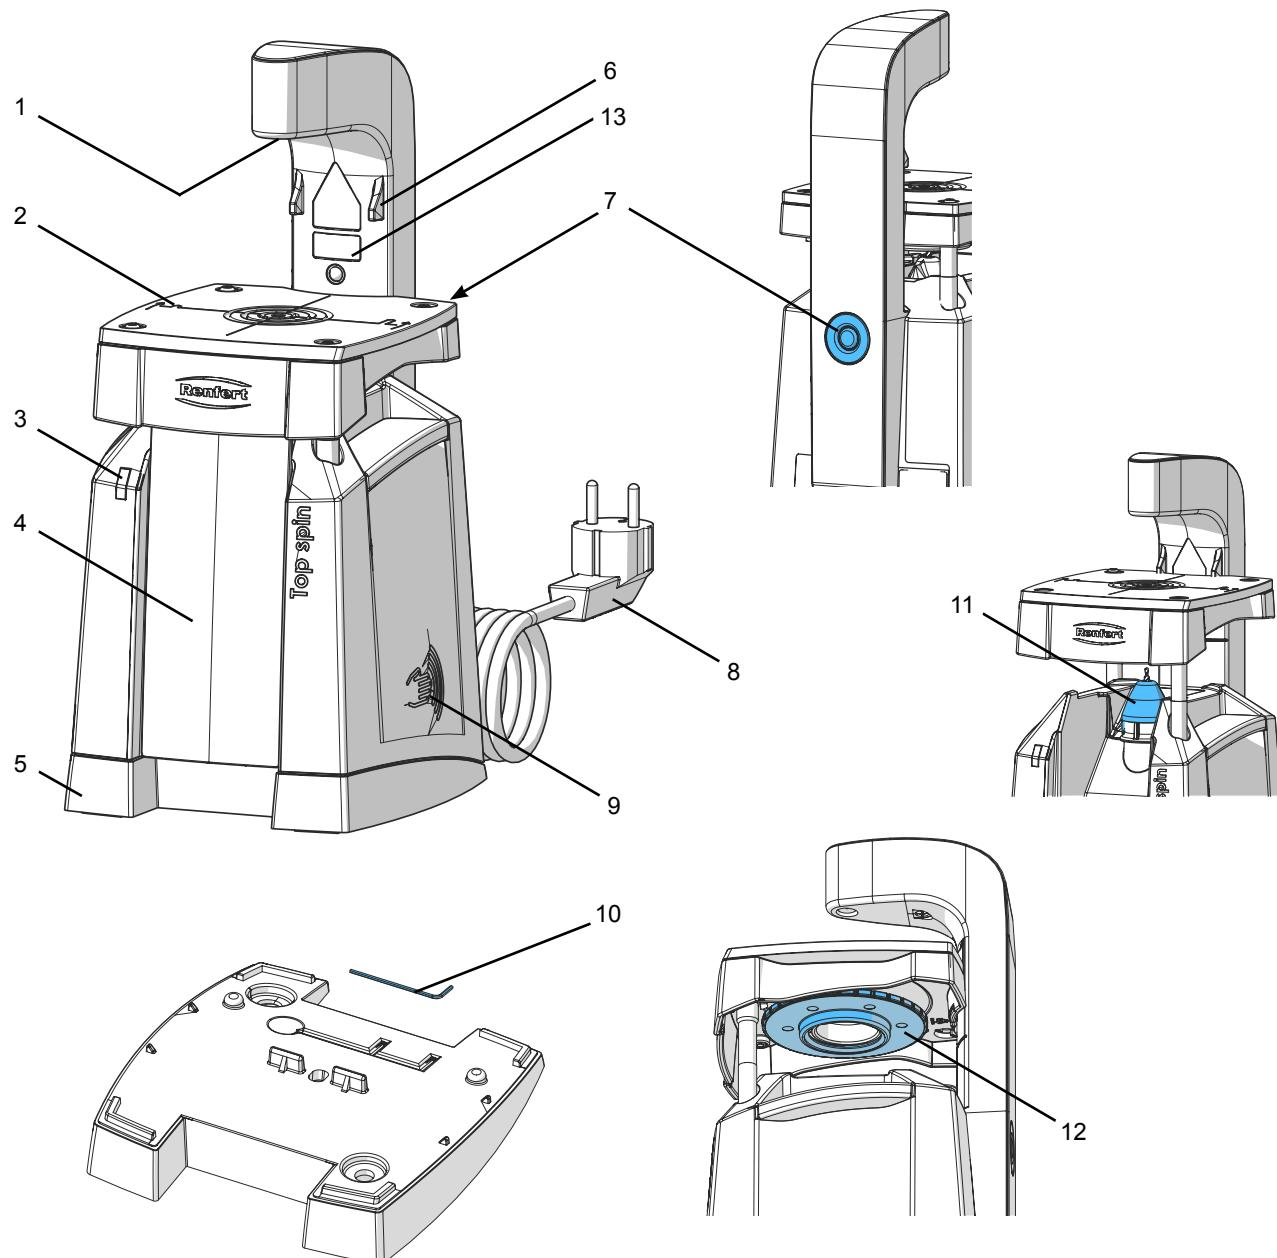

Abb. 1
- ⇒ Lösen Sie den Warnhinweis Laser in Ihrer Landessprache vom Aufklebersatz und überkleben Sie den vorhandenen Warnhinweis (13, Abb.1).
⇒ Zahnkranz auf Bohrtisch (2, Abb. 1) platzieren und unter Ziellaser (1, Abb. 1) ausrichten.